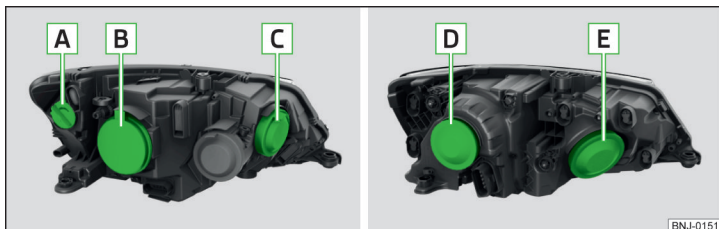

Fig. 203 Raffigurazione di principio: Fari alogeni / proiettori alogeni
Disposizione delle lampadine » fig. 203
- Estrarre il coperchio di protezione **B** » fig. 203 a pag. 192.
- Inserire il coperchio di protezione **B** » fig. 203 a pag. 192.
- Estrarre il coperchio di protezione **[C]** » fig. 203 a pag. 192.
- Inserire il coperchio di protezione **[C]** » fig. 203 a pag. 192.
- Estrarre il coperchio di protezione **[B]** » fig. 203 a pag. 192.
- Inserire il coperchio di protezione **[B]** » fig. 203 a pag. 192.
- › Estrarre il coperchio di protezione **D** » fig. 203 a pag. 192.